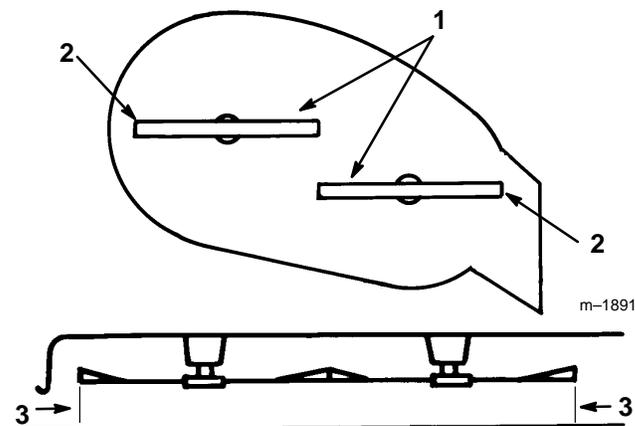

Figure 48
4. Placer prudemment les lames dans le sens transversal (Fig. 48). Mesurer la hauteur des arêtes de coupe extérieures de chaque côté par rapport au sol plat (Fig. 48). Si les deux mesures